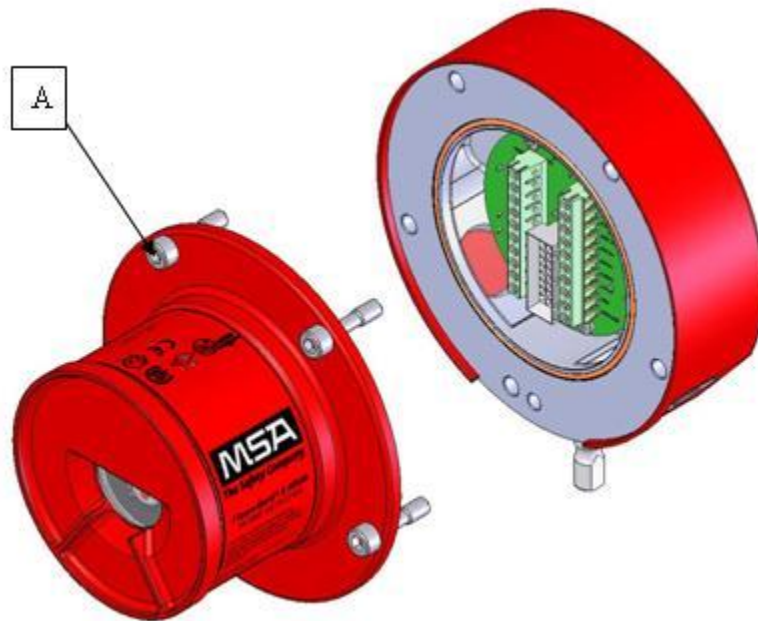
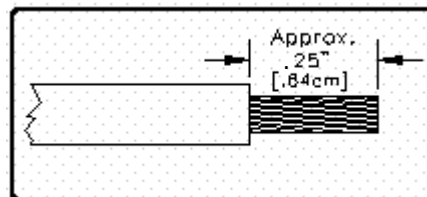

Figure 15 : Boîtier du FlameGard 5 MSIR
Figure 18 : Longueur de dénudage des fils
Il faut utiliser la procédure suivante avec la Figure 15 :
On effectue toutes les connexions de fils au bornier par les ouvertures NPT à 3/4 pouce (1,9 cm) du module de jonction NPT (C, Figure 15). Le bornier est situé sur l'ensemble du module de jonction (F) et accepte des fils toronnés de 14 AWG (2,08 mm²) à 22 AWG (0,33 mm²) ou des fils à centre plein. Chaque fil doit être dénudé comme illustré par la Figure 18.